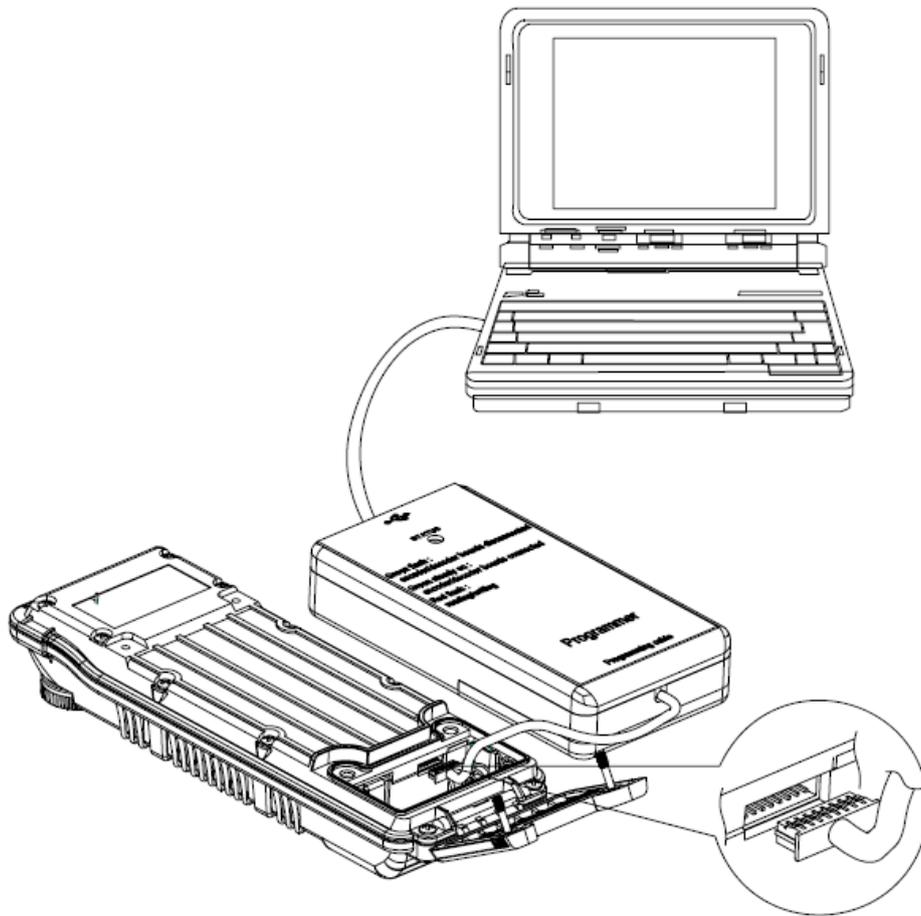

FIGURA 32 - CONECTOR DO PROGRAMADOR
- Remova as pilhas e encaixe o programador no conector da placa transmissor conforme Figura 32;